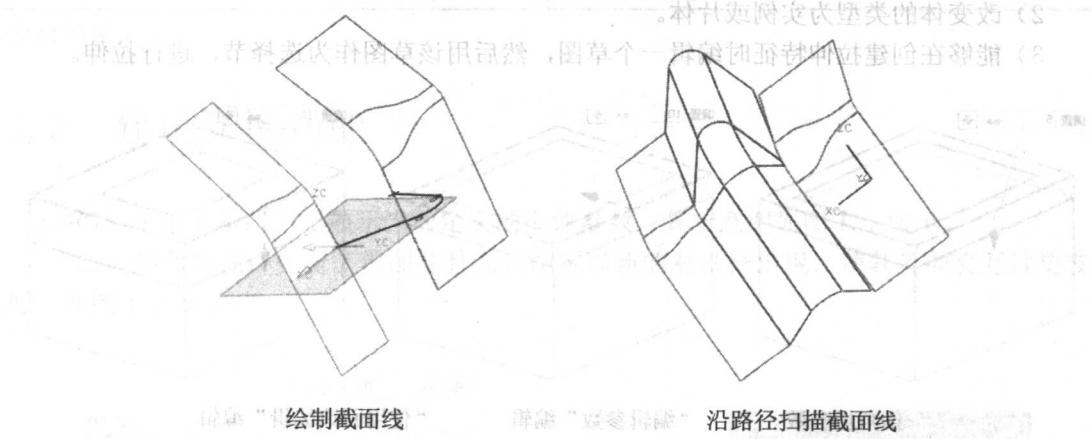
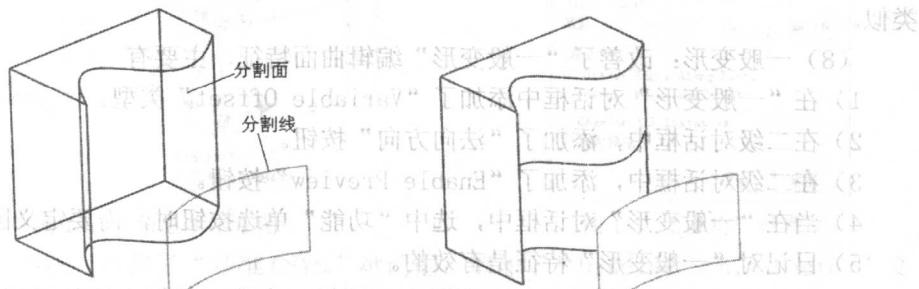

图 1.5 创建 Variational Sweep 特征
图 1.6 创建分割表面特征
(9) 基准平面：改善了“基准平面”对话框，在该对话框中添加了更多的创建基准平面的方法，可以创建相关的也可以创建不相关的基准平面。
(10) 抽壳：该特征名称是由“Hollow(挖空)”改为“Shell(抽壳)”。并且界面也不同于以往版本。
(11) 裁剪体：改善了“裁剪体”对话框的用户界面。支持“选择意图”并且添加了“启用预览”复选框。
(12) Variational Sweep：是一种扫描特征，用于沿着一个路径，创建一个沿着路径扫描一个用于“刀轨”(在路径上定义草图)的截面线，使其产生一个曲面。其实例示意图如图 1.5 所示。
(13) 替换特征：添加了部分功能，其中包括替换曲线、重定位输入替换特征的方向、重新指定选择意图等。
(14) Fit Spline(拟合样条)：通过点或面上曲线或小平面体创建样条曲线。
(15) Curve Length(曲线编辑)：该名称是由“Arc Length”改为“Curve Length”。新的用户界面能够使用户延伸或裁剪曲线的长度，变得更有效且直观。增加了预览、参数输入等功能。
(16) Divide Face(分割表面)：用指定曲线分割所选择实体或曲面的表面，来在所选择的表面上产生新的边缘和表面，使此面变成多个面，且多个面之间还保留有相关性，即多个面是缝合在一起的。“Divide Face”是由“Subdivide Face”改名而来的。其实例示意图如图 1.6 所示。
选择分割面和分割线 基础关节不重叠以圆 分割表面 1.6.12 试图 1.6 创建分割表面特征